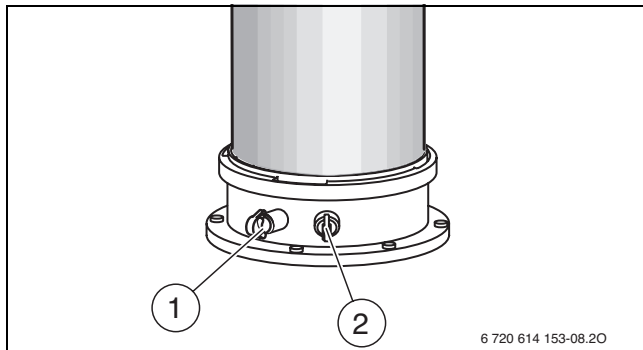

Fig. 44
- Rimuovere il tappo della presa di analisi dell'aria comburente (→ fig. 44, [2]).
- Rimuovere il tappo di chiusura dal tronchetto di misura gas combusti [1] (→ fig. 44).